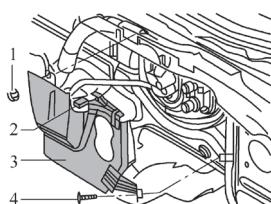

图 5-10 分离隔热板
7) 对于膨胀阀前带隔板的车型，如图 5-10 所示，从线束固定卡子 2 上脱开氧传感器的线束。旋出螺母 1 和螺钉 4 ( 安装时螺母拧紧力矩为  $4.5N \cdot m$ ；螺钉拧紧力矩为  $2.5N \cdot m$  )，分离隔热板 3。